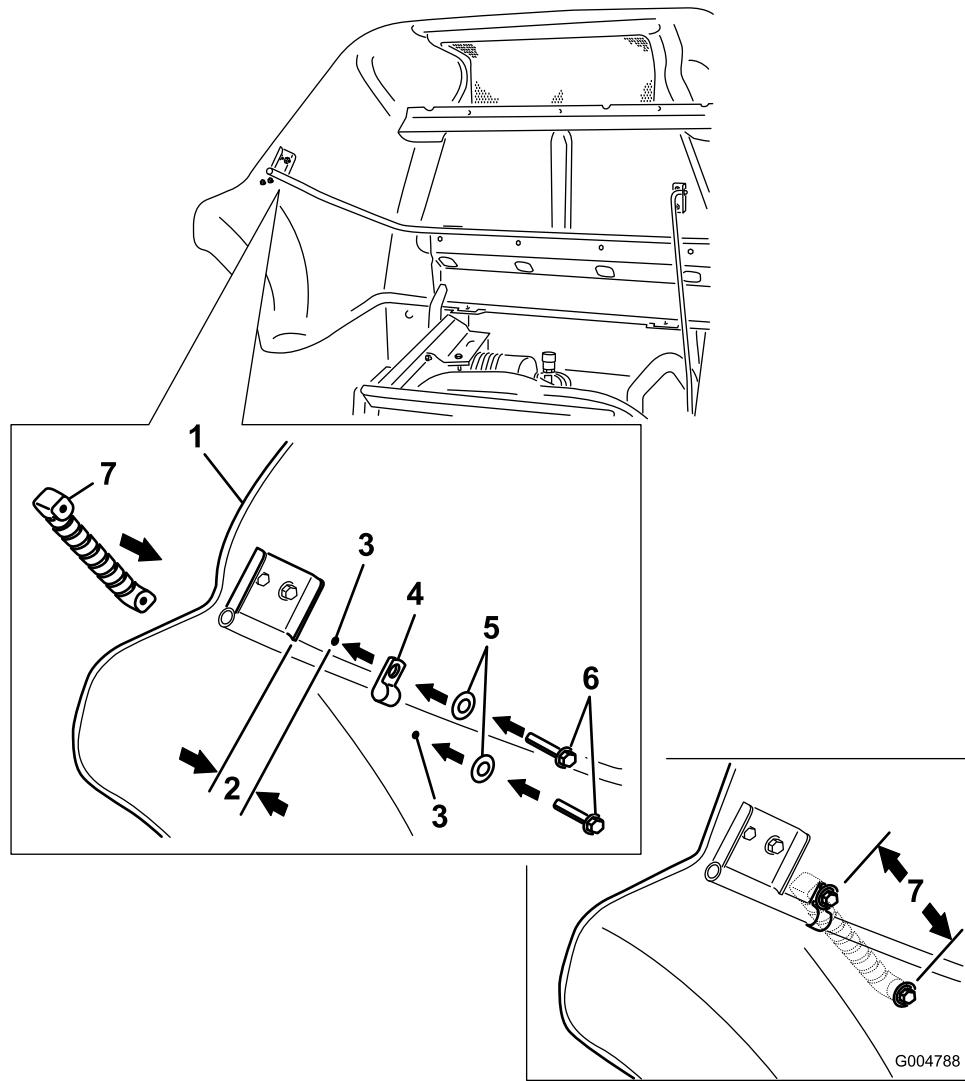

図 7
2. サポートのエッジからレールに沿って図 7のように 3.8 cm を測る。
6. フードハンドルを図 7 のようにおおよその位置に置いて、2番目のドリル穴の位置にマーキングする。
9. もう一組のワッシャ $5/16$ "とボルト $\frac{1}{4} \times 1\frac{1}{8}$ "を使って、図 7 に示すように、ハンドルをフードに固定する。